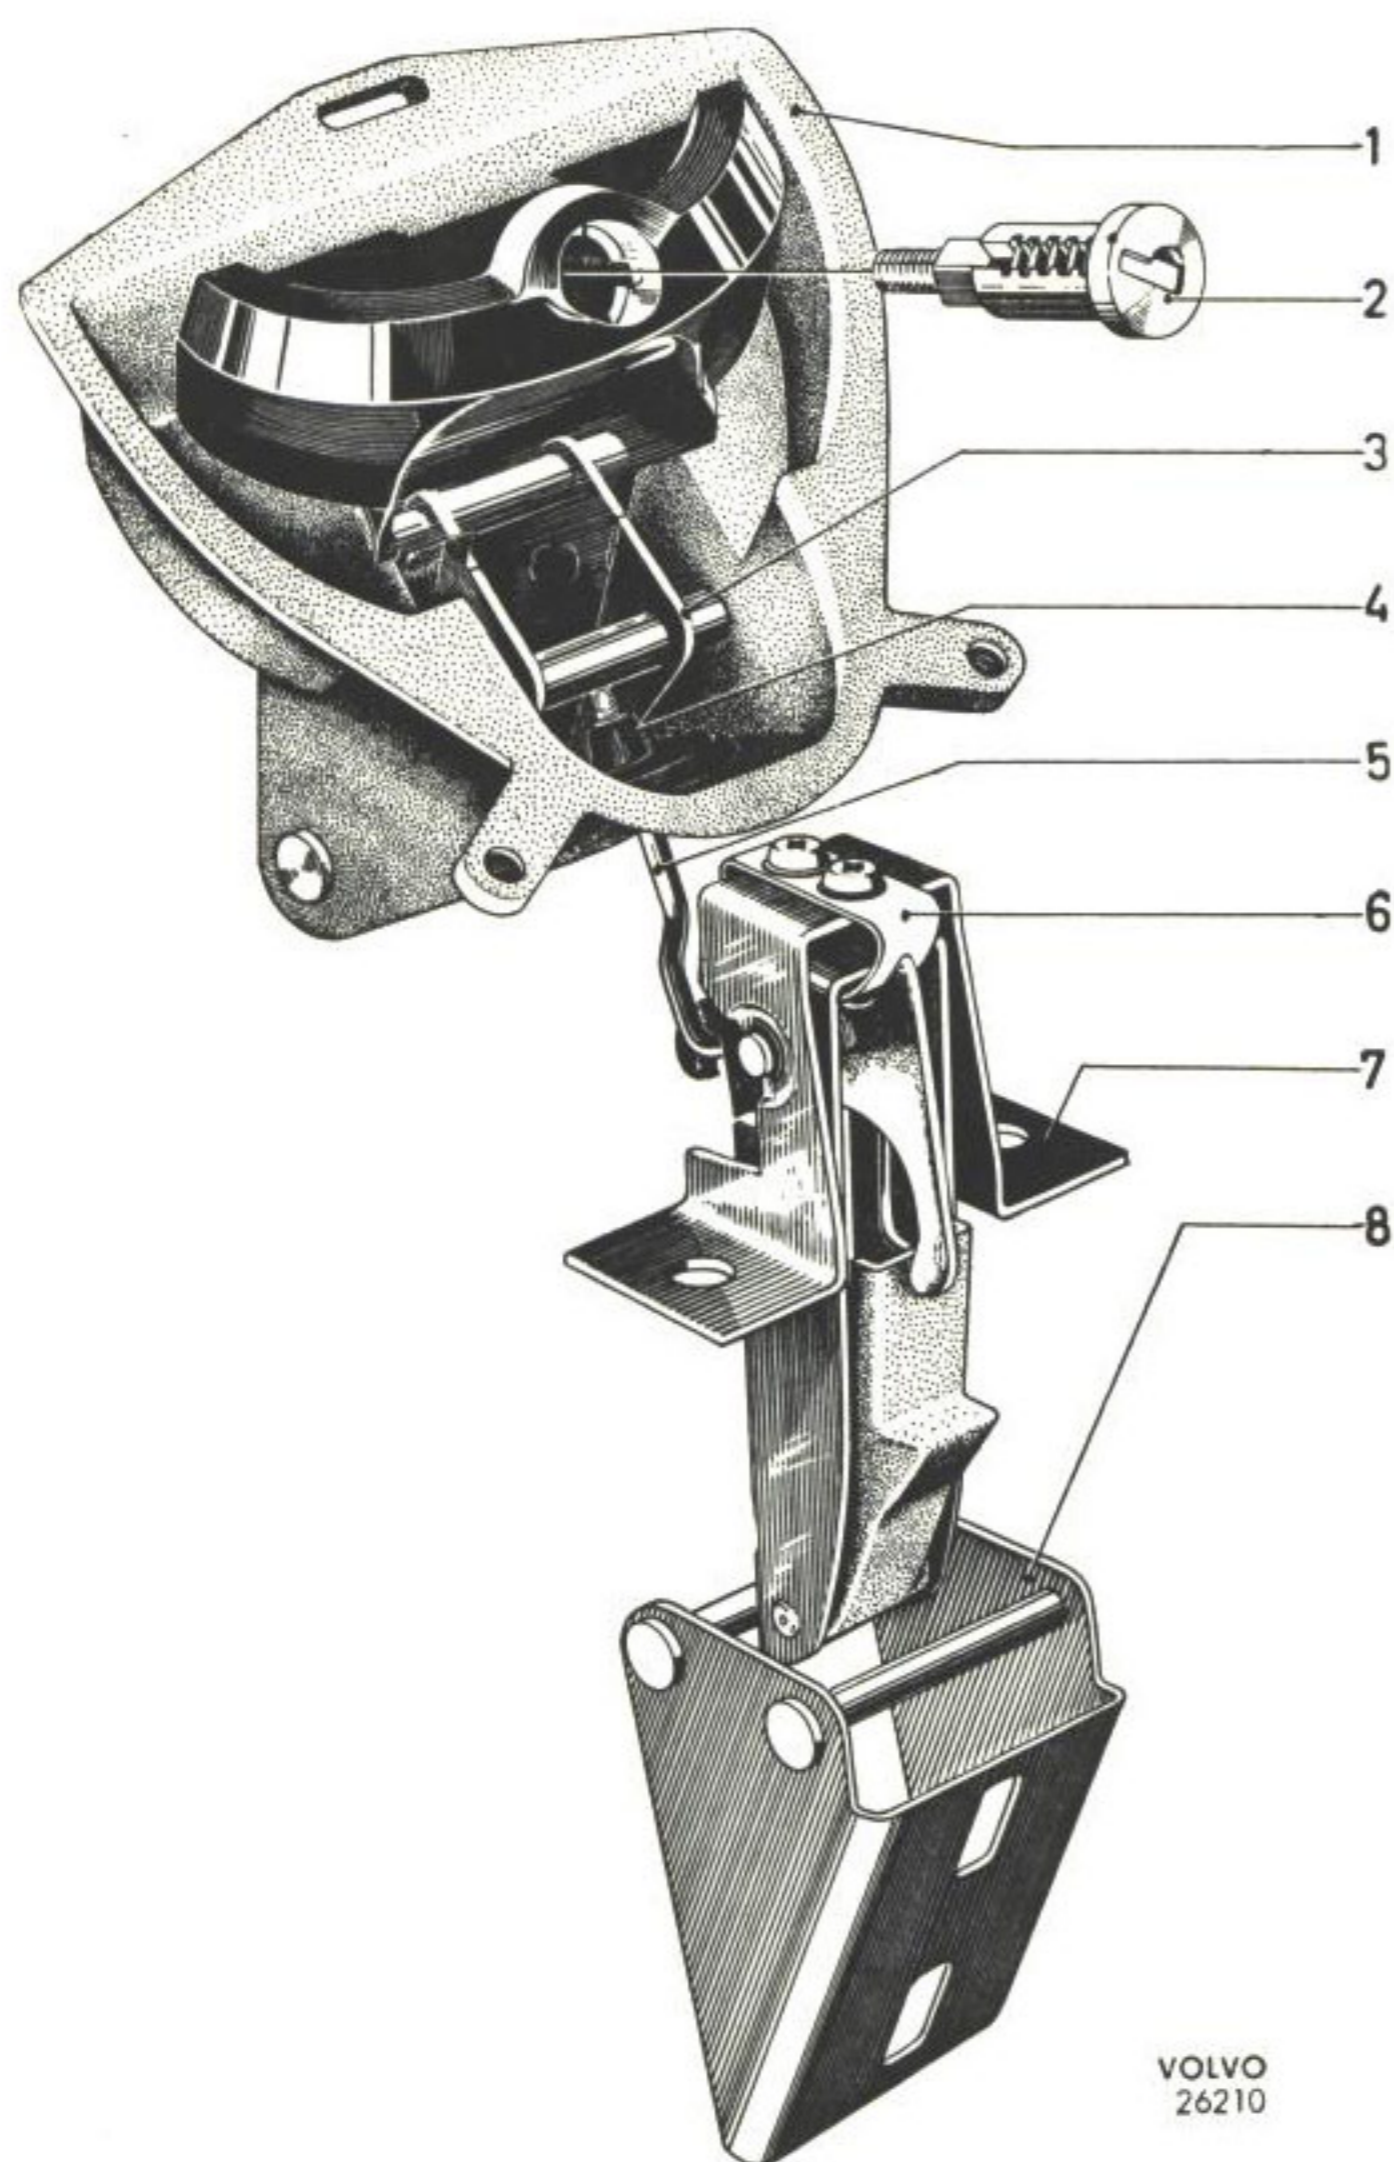

Bild 41. Lås för bagagelucka, sen. utf.
Låsanordningen är på vagnar fr.o.m. chassinummer 21000 fastsatt vid bakluckan med skruvar. Låsblecket är fastsatt vid karossen med två skruvar. Justering av låset utföres genom att länken (5 bild 41) skruvas upp eller ner. Låscylindern (2) är fastsatt vid handtaget med mutter. Låsblecket är försett med ovala hål för att medge justering av detsamma.